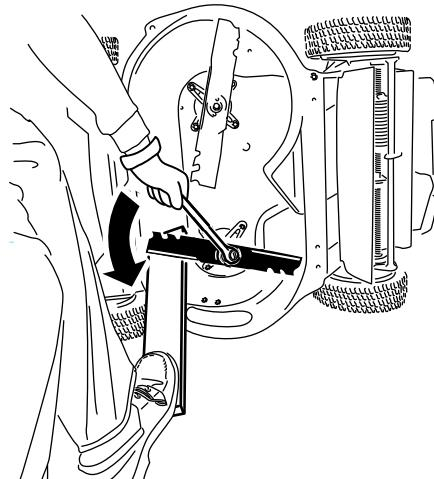

Figura 29
1. Usate un blocco di legno per tenere ferma la lama e ruotatela in senso antiorario come mostrato in (Figura 29).